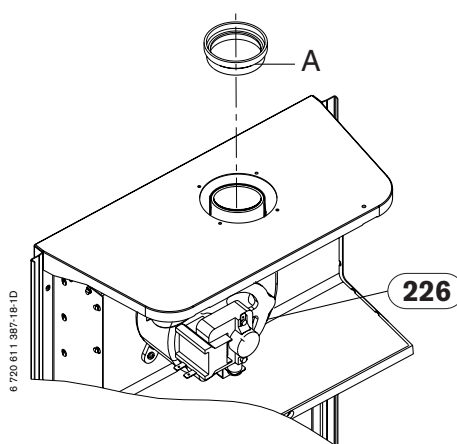

Fig. 19
Attenzione! Può essere necessario il montaggio del diaframma (A) presso il ventilatore (come da Fig. 19). In questi casi vedere le Tab. 5 e Tab. 7 per i diaframmi.